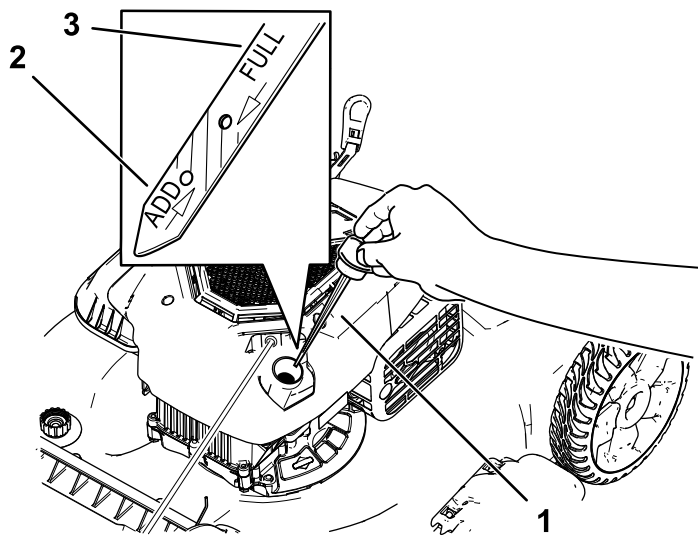

Рисунок 24
3. Выньте масломерный щуп, повернув крышку против часовой стрелки и вытянув ее (Рисунок 24).
10. Определите уровень масла по отметкам на щупе (Рисунок 24).